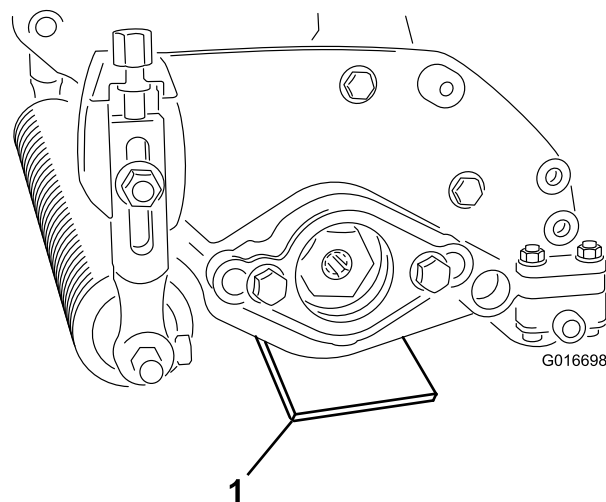

Figure 8
2. Placez un gabarit, ayant la bonne hauteur de lame au-dessus du sol, sous chaque extrémité de l'unité de défeutrage (Figure 8).